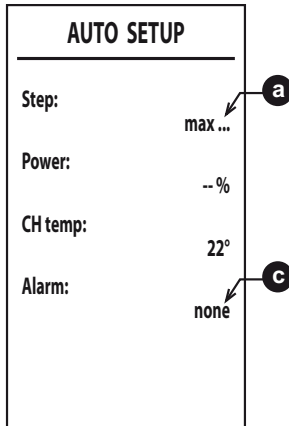

fig. 38
6. Después del encendido, el quemador se pone en modo calefacción a las distintas potencias (máx., med., mín.) indicadas por el punto **a** (fig. 38). Si la eliminación del calor de la instalación no es suficiente para hacer terminar el procedimiento, se puede activar una demanda de ACS **solo después de que se haya encendido el quemador**.
8. Si la secuencia de encendido descrita en el punto “6” no termina correctamente, se visualiza el mensaje **max\_err** en el punto **a** y un código de error en el punto **c** (fig. 38).